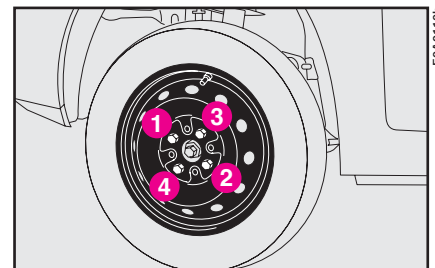

рис. 11
19) Затяните болты крест-накрест в порядке, указанном на рис. 11.